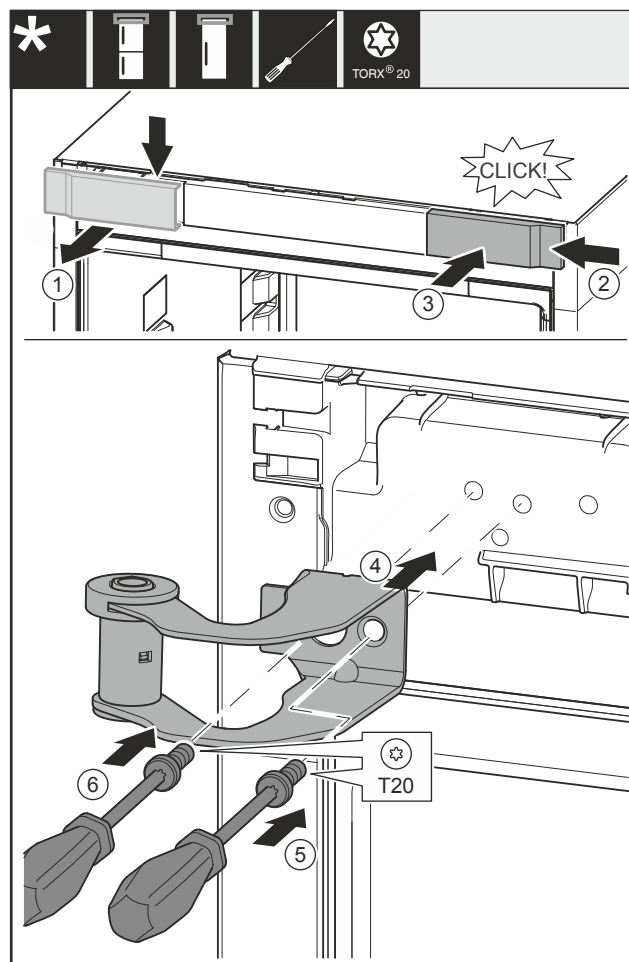

Fig. 16
- Снимите крышку Fig. 16 (1) сверху вперед.
- Навесьте крышку Fig. 16 (2), повернув ее на 180°, справа с другой стороны.
- Зафиксируйте крышку Fig. 16 (3).
- Установите верхний опорный кронштейн Fig. 16 (4).
- Затяните винт Fig. 16 (5).
- Затяните винт Fig. 16 (6).